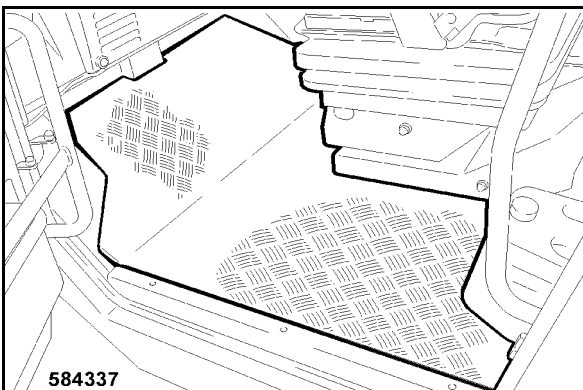

Fig. 218
- Insert the foot mat 1 (Fig. 218).